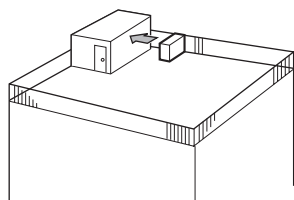

Fig. 2-2
- ① Positionner la sortie d'air vers le mur le plus proche et à environ 50 cm (19-11/16") de celui-ci. (Fig. 2-2)